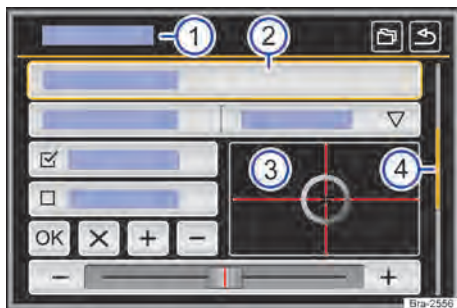

Fig. 117 Representação esquemática: vista geral das possíveis superfícies de função no display.
O aparelho está equipado com um touchscreen (tela de toque) → Fig. 117 ③.
As superfícies de função iniciam funções ou abrem outros submenus. Em submenus é indicado, na linha do título, o menu atualmente selecionado → Fig. 117 ①.